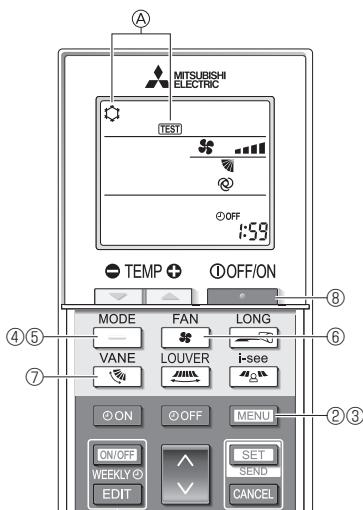

Fig. 8-5
- ① Çalışma testinden en az 12 saat önce üniteye güç verin.
- ② 5 saniye boyunca **[MENU]** düğmesine basın. (Fig. 8-5)
Ⓐ [TEST] ve o andaki çalışma modu görüntülenir. (Fig. 8-5)